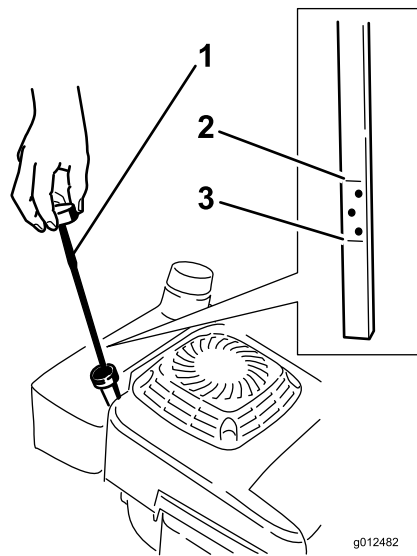

Figure 15
Avant chaque utilisation, vérifiez que le niveau d'huile arrive entre les repères maximum et minimum de la jauge (Figure 15).
2. Nettoyez la surface autour du bouchon de remplissage (Figure 15).
6. Sortez de nouveau la jauge et vérifiez le niveau d'huile (Figure 15).